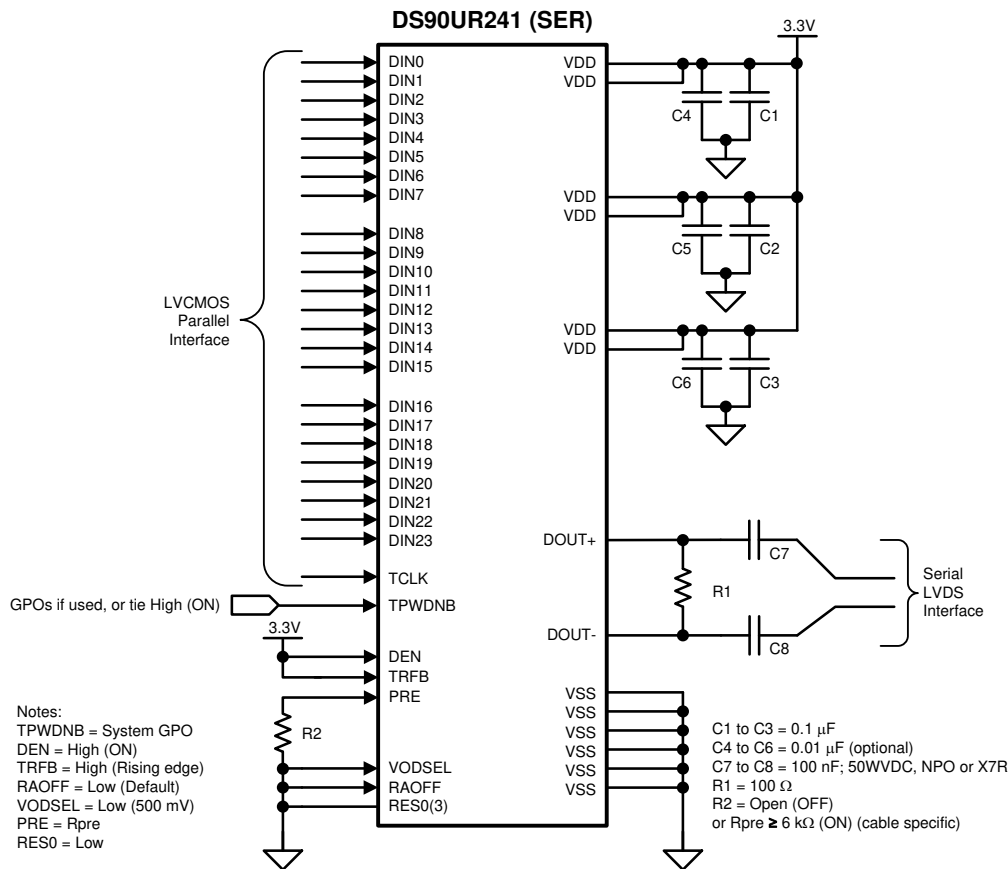

図 7-1. DS90UR241 の接続図
**図 7-1** に、DS90UR241 シリアライザ (SER) の代表的なアプリケーションを示します。LVDS 出力では、100Ω の終端とラインに対する 100nF カップリング コンデンサが使われています。電源ピンの近くにバイパス コンデンサを配置します。ローカル バイパスとして、少なくとも 3 つの 0.1μF コンデンサを使用する必要があります。システム GPO (汎用出力) が TPWDNB ピンを制御します。このアプリケーションでは、TCLK の立ち上がりエッジでデータをラッチするため、TRFB ピンは High に接続されています。DEN 信号も使われておらず、High に接続されています。本アプリケーションはコンパニオン デシリアライザ (DS90UR124) と接続することを想定しており、データをスクランブル化し、リンク信号品質を向上させるため、RAOFF ピンは Low に接続されています。このアプリケーションでは、リンクは一般的なものであるため、標準 LVDS スイングに設定するために、VODSEL ピンが Low に接続されています。プリエンファシス入力は、グランドとの間に接続された抵抗を使って、アプリケーションが必要とするプリエンファシスの量を設定します。
図 7-1 に、DS90UR241 シリアライザの代表的なアプリケーションとして、33MHz、18 ビット カラー ディスプレイ アプリケーションを示します。DOUT \pm 出力には、外付けの直列 0.1 μ F AC カップリング コンデンサと高速シリアル ラインの 100 Ω 並列終端を接続する必要があります。本シリアライザは終端を内蔵していません。電源ピンの近くにバイパス コンデンサを配置します。ローカル デバイス バイパスとして、少なくとも 3 つの 0.1 μ F コンデンサを使用する必要があります。コンデンサの数と値は本デバイスの電源ノイズ仕様が満たされるかどうかで決まるため、追加のコンデンサが必要な場合があります。ノイズを効果的に抑制するため、VDD にフェライト ビーズが必要な場合があります。グラフィック信号源とのインターフ